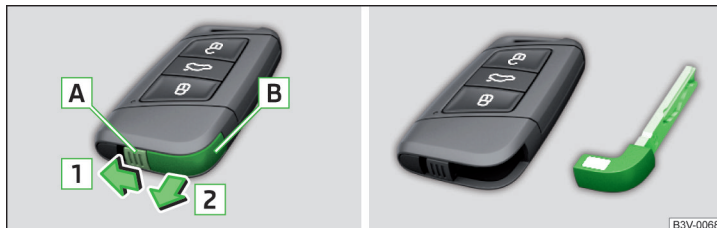

Abb. 242 Notschlüssel herausnehmen
- › Die Rastnase **A** in Pfeilrichtung **1** entriegeln und den Notschlüssel **B** in Pfeilrichtung **2** herausnehmen » Abb. 242.